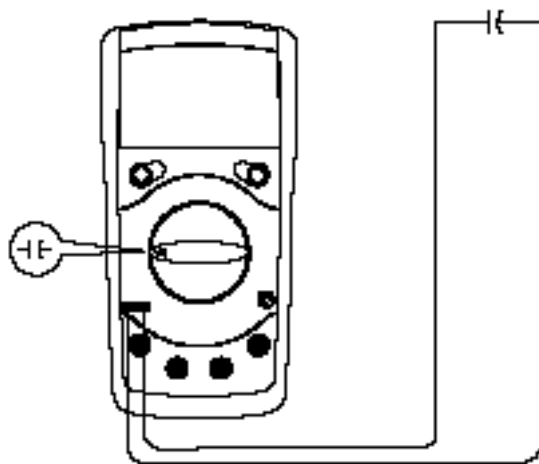

figura 6
- Los cables de prueba pueden añadir un error de 0.1Ω a 0.3Ω a la medición de resistencia. Para obtener lecturas precisas en bajas resistencias, rango de 200Ω , los cables de prueba y memorice la lectura obtenida (llamada esta lectura como X). (X) es la resistencia adicional del cable de prueba. Por lo tanto use la ecuación: valor de la medida de resistencia (Y)-(X) = precisión de la lectura de resistencia.
F. MEDICION DE CAPACIDAD (VEA FIGURA 6)